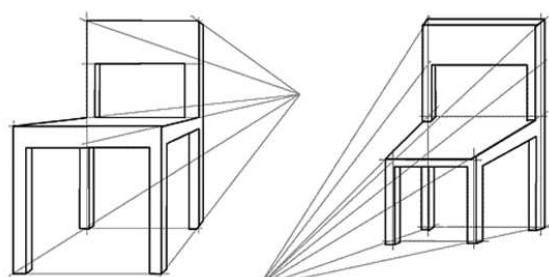

Рис. 7. Линейное центральное проецирование
- **линейное** – изображение на плоскости. Такой тип проецирования, как это уже упоминалось выше, может быть двух типов – прямое, когда центр проецирования находится за плоскостью проекций и обратное, когда центр проецирования расположен перед плоскостью проекций (рис. 7):